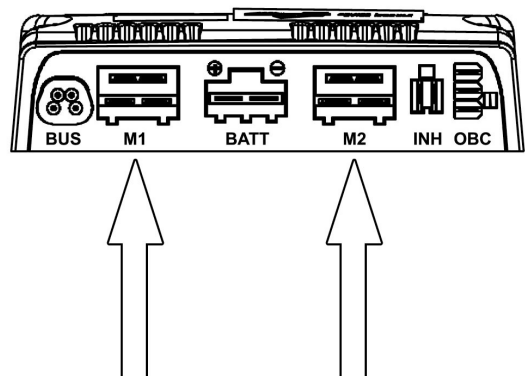

Abbildung 25. Antriebsmotoranschlüsse
7. Antriebsmotorkontakte von der Endstufe demontieren. Siehe Abbildung. 25.
4. Antriebsmotorkontakte wieder an die Endstufe anschließen. Siehe Abbildung. 25.